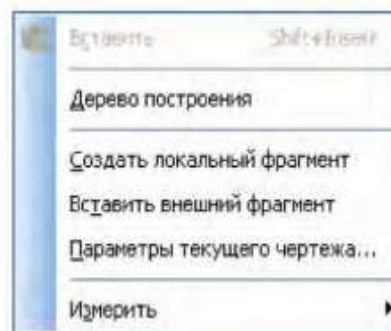

Рисунок 1.12 - Диалоговое окно **Параметры**
- 1) на рабочем поле чертежа щелкните правой кнопкой мыши и из появившегося меню (рис. 1.12) выберите пункт **Параметры текущего чертежа**;